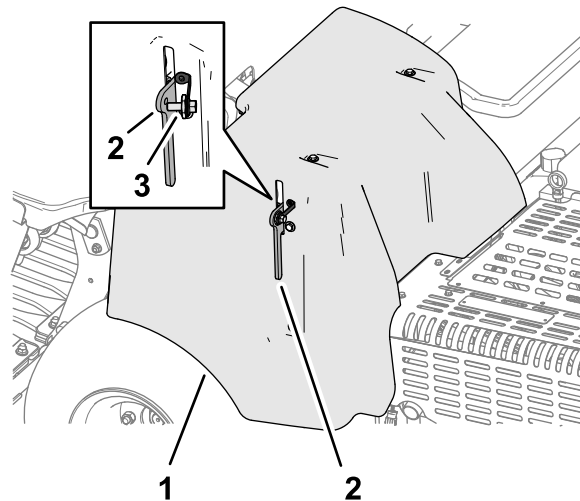

Рисунок 147
4. Если ваша машина оснащена стропом фиксатора крышки ремня в соответствии с требованиями ЕС, вставьте болт стропы в отверстие фиксатора крышки и затяните болт (Рисунок 147).